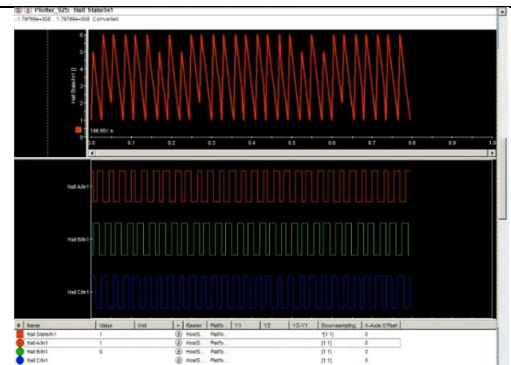

Abbildung 12: ControlDesk-Plott der Hall-Sensor-States (Fehler bei erhöhter Raddrehzahl)
- Bei höherer Raddrehzahl kommt es zum fehlerhaften Durchlaufen der Hall-Sensor-States (fehlende States) → siehe Abbildung 12